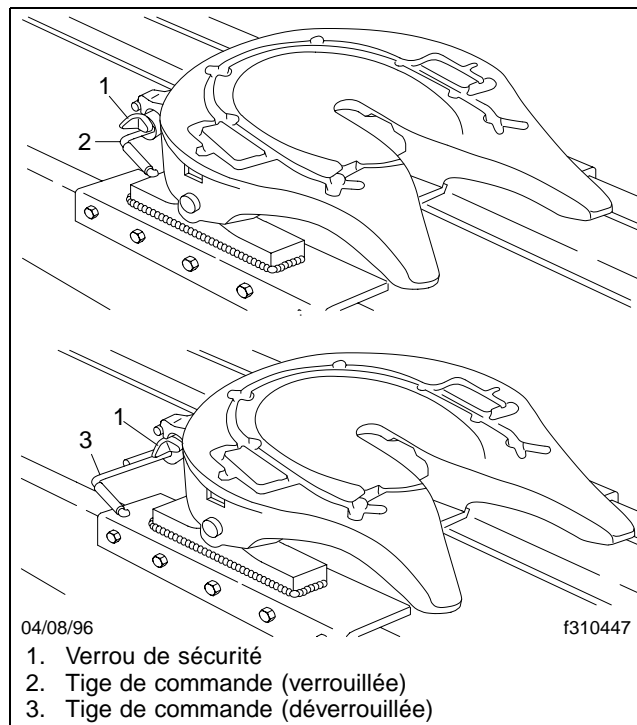

Fig. 10.11, Mécanisme de verrouillage du pivot d'attelage Simplex, verrouillage et déverrouillage
Placer la tige de commande en position ouverte-sécurisée éloigne le verrou de la mâchoire. Cette action déverrouille la mâchoire pour que le mouvement du pivot d'attelage puisse la faire pivoter. Lorsque le tracteur est dégagé de la semi-remorque, le pivot d'attelage fait tourner la mâchoire jusqu'à ce que celle-ci soit en position déverrouillée, ce qui permet au pivot d'attelage de sortir du mécanisme. Lorsque la mâchoire est en position entièrement ouverte, la tige de commande sort de la position ouverte-sécurisée et la sellette d'attelage est prête pour l'attelage. Voir la **figure 10.11**.
6. *Si le véhicule est équipé d'un mécanisme de déverrouillage manuel du pivot d'attelage :* relâchez le mécanisme de verrouillage du pivot d'attelage en levant le verrou de sécurité vers l'arrière et en tirant la tige de commande de verrouillage vers l'extérieur et le haut pour la placer en position ouverte-sécurisée. Voir la **figure 10.11**. Le décalage de la tige supérieure de commande de verrouillage doit reposer sur la plaque coulée au-dessus de l'orifice. S'il est impossible de tirer la tige de commande en position ouverte-sécurisée, faites reculer légèrement le tracteur pour réduire la force du pivot d'attelage contre la mâchoire.
Si le véhicule est équipé d'un mécanisme de déverrouillage pneumatique du pivot d'attelage : tirez le bouton de dégagement pneumatique installé sur le tableau de bord. *De l'extérieur de la cabine*, vérifiez (visuellement) que la tige de commande se trouve bien contre la plaque coulée au-dessus de l'orifice. Voir la **figure 10.11**. Si la tige de commande n'est pas en position déverrouillée, faites reculer légèrement le tracteur pour réduire la force du pivot d'attelage contre la mâchoire.